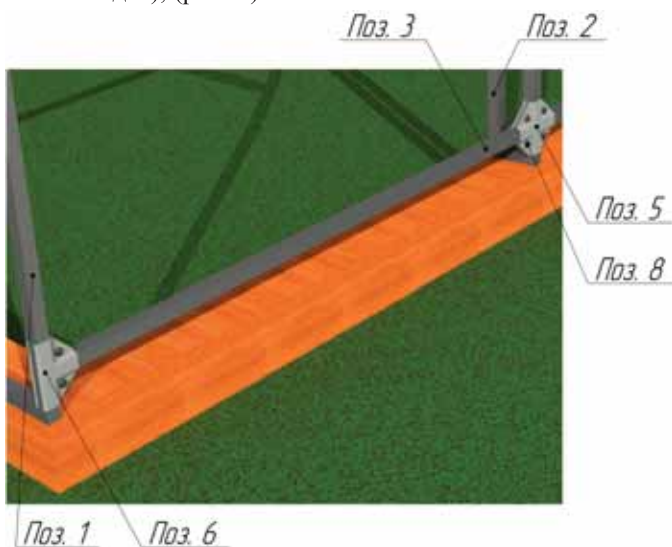

Рис. 6. Монтаж торцов с форточкой и дверью и нижних стяжек
4. Соединить Поз.3 и Поз.1 с помощью крепления-спайдер «Т-образный» (Поз.6). Закрепить на брусья саморезами или гвоздями (в комплект поставки не входят), (рис. 6).